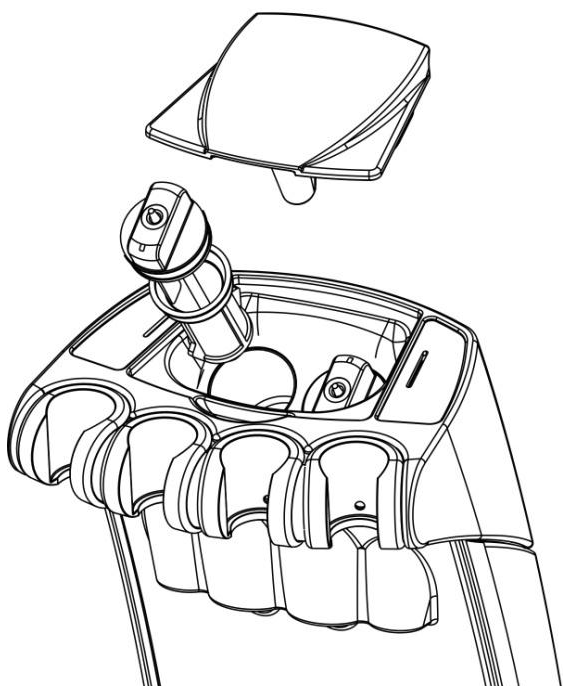

Рисунок 8.7.1.
- фільтр (Рисунок 8.7.1.) в корпусі,
- Витягнути фільтр аспіраційного блоку (Рисунок 8.7.1.);